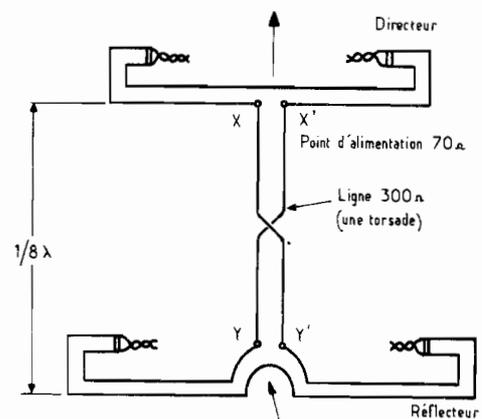

Fig. 2
- Espacement : 37,2/F (fig. 2)